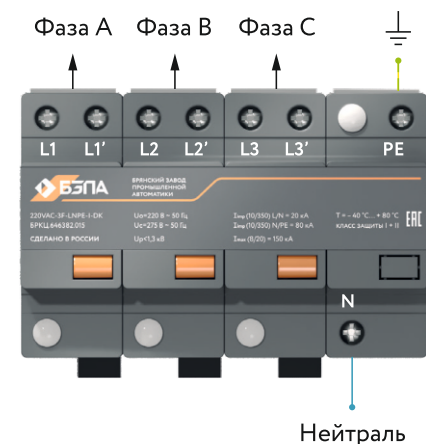

Рисунок 3. Вводы и выводы УЗИП
1.5.3 Вводы и выводы УЗИП показаны на рис. 3.